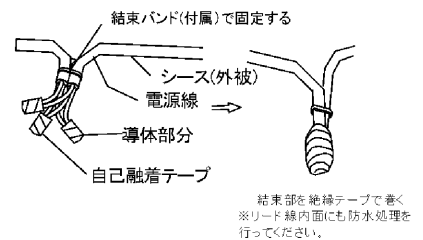

図2 結線方法
※結線は1本ずつ自己融着テープを巻いて、その上から絶縁テープを巻き、絶縁処理及び防水処理を行ってください。(図2)
- ④結線部に結束バンドを取り付けてください。(図2)
- ⑤器具アダプタを架台に固定する際、器具アダプタの角度を変えて、照射する方向を調整してから固定してください。